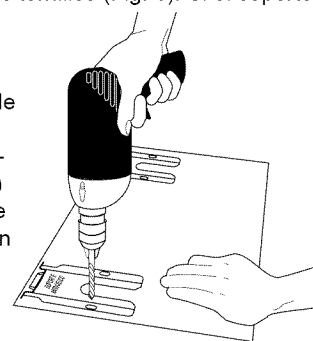

Fig. 6
b. Taladre los agujeros y fije el soporte - Taladre un agujero piloto de 1/8" donde se instalarán los tornillos (Fig. 6). Si el soporte se instala en la pared, realice un orificio de guía en un ángulo aproximado de 20° hacia abajo. Si el soporte se instala en piso de mampostería o cerámica, debe realizar un orificio guía con el taladro de 3/16" y 1-3/4" (4,45 cm) de profundidad. Los tornillos que se suministran pueden usarse en madera o concreto. Para fijar el soporte, utilice un destornillador de tuercas de 5/16" o un destornillador para tornillos de cabeza plana.